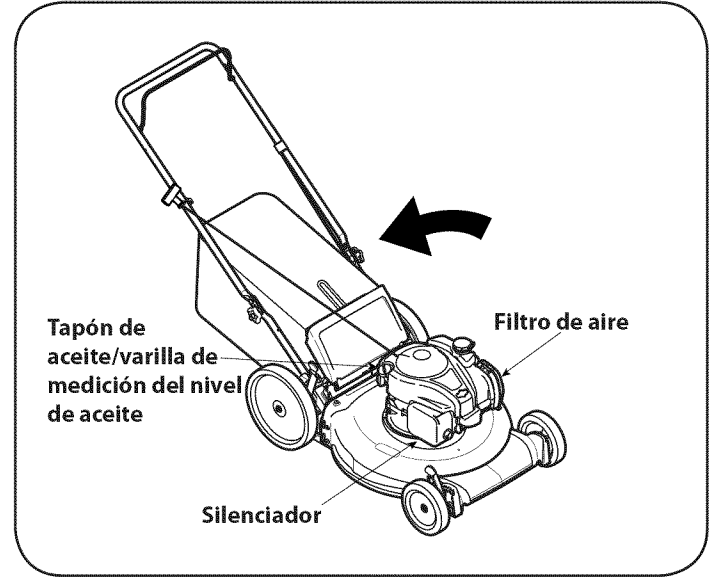

Figura 16
3. Quite la tapa/varilla medidora del nivel de aceite y drene el aceite al recipiente inclinando el motor hacia el tubo de llenado del aceite. Vea la Figura 16.